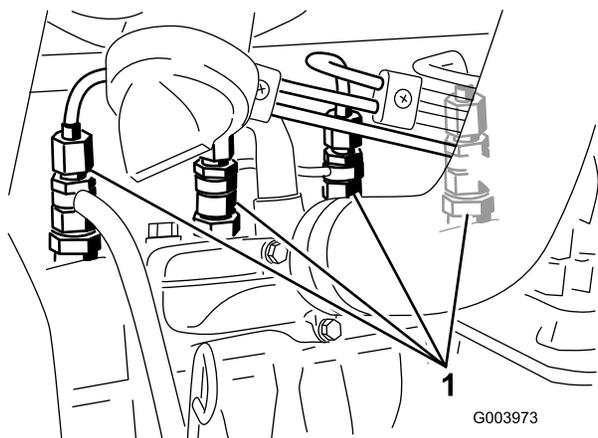

Figura 66
1. Allentate il raccordo dell'ugello n. 1 ed il gruppo portaugelli (Figura 66).